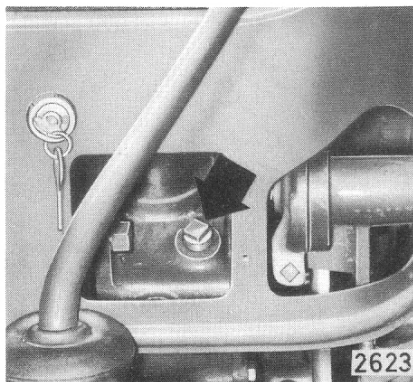

Fig. 27. Nivåplugg i styrsnäcka
3. Kontrollera oljenivån i styrsnäckan. Se fig. 27.